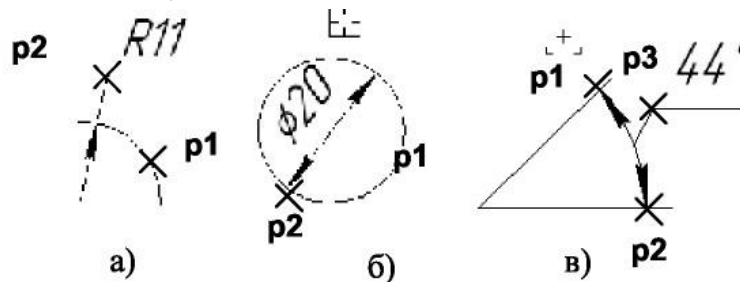

Рис. 2.10 - Нанесение размеров дуги, диаметра окружности и углового размера
- 2) указать графическим курсором точку на изображении дуги или окружности - точка **p1** (рис. 2.10а, б);
3) указать графическим курсором точку, определяющую положение размерной линии - точка **p2** (рис. 2.10а, б).
- 2) указать графическим курсором точку на изображении первой прямой - точка **p1** (рис. 2.10 в);
- 3) указать графическим курсором точку на изображении второй прямой - точка **p2** (рис. 2.10 в);
- 4) указать графическим курсором точку, определяющую положение размерной линии - точка **p3** (рис. 2.10 в).